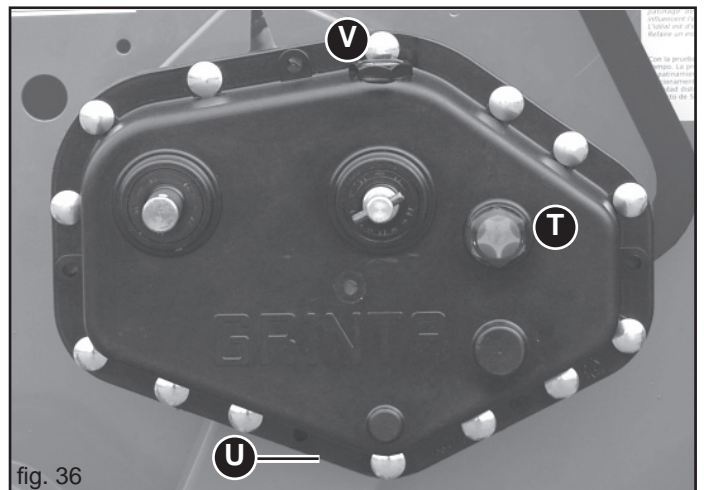

fig. 36
- Verificar el nivel del aceite en la caja del cambio, eventualmente restablecerlo hasta alcanzar el nivel (T Fig. 36); al efectuarel restablecimiento, tener cuidado de utilizar el mismo tipo de aceite (ACER 22).
- Tapón de desagüe del aceite, (U, Fig. 36);
- Tapón de carga del aceite, (V, Fig. 36).